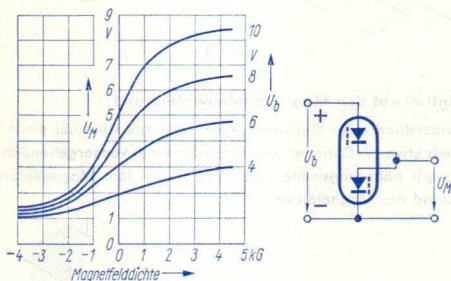
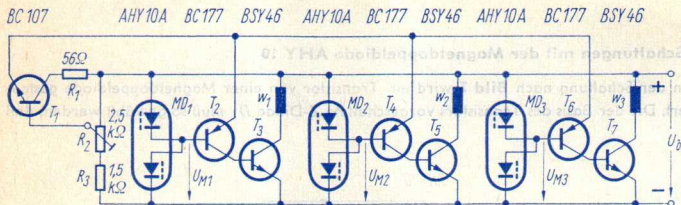
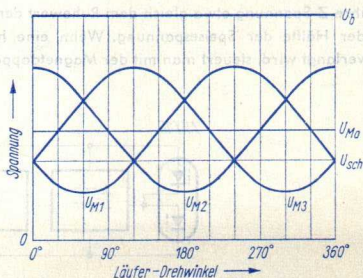

Bild 4
Bild 9
Bild 11
**Bild 4** zeigt links für eine jeweils gegebene Gesamtspannung (Speisespannung  $U_b$ ) den Zusammenhang der »Mittelpunktspannung«  $U_M$  mit der Dichte des die beiden Dioden gemeinsam durchdringenden Magnetfeldes.
Rechts in Bild 4 ist ein Schaltzeichen der Magnetdoppeldiode mit den Zählpfeilen für die eben erwähnten Spannungen  $U_b$  und  $U_M$  dargestellt.
Für die elektronische Kommutierung eines Gleichstrommotors enthält **Bild 9** einen Schaltplan. Darin sind jeder der drei Feldspulen (Ständerwicklungen) des Motors zugeordnet:
In Bild 11 ist, als Funktion des Läufer-Drehwinkels, der Verlauf der Mittelpunktspannung  $U_M$  idealisiert aufgetragen. Idealisiert wurde der Spannungsverlauf besonders insofern, als dafür das Sinusgesetz zugrunde gelegt ist. (Wie aus Bild 4 hervorgeht, kann sich für  $U_M$  hier kein reiner Sinusverlauf ergeben.) Mit  $U_{M0}$  ist die Mittelpunktspannung bezeichnet, die dem Fehlen einer Magnetfeldeinwirkung entspricht.  $U_{Sch}$  ist die Mittelpunktspannung, bei deren Unterschreiten die Transistoren  $T_2$ ,  $T_4$  und  $T_6$  in den Durchlaßzustand gelangen. Wie aus Bild 11 hervorgeht, müssen für die Schaltung nach Bild 9 Magnetdoppeldioden mit übereinstimmenden Kennlinien ausgesucht werden.